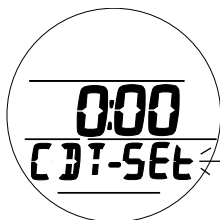

Fig. 113 - STATO CONTO ALLA ROVERSCIA
- Premere il pulsante A (< 2 sec) per scorrere i parametri OFF, ON, SEt (Fig. 113).
Impostazione conto alla rovescia. La schermata visualizza le seguenti informazioni (Fig. 113).